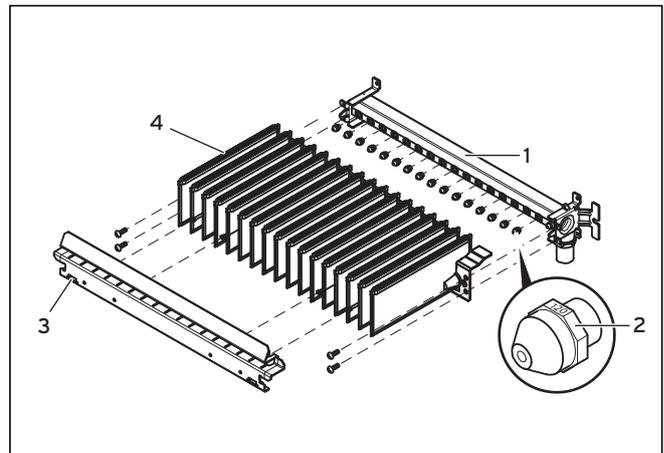

Abb. 6.4 Düsenkennzeichnung
- Nehmen Sie das Gerät nach Bedienungsanleitung in Betrieb und stellen Sie den Temperaturwähler (6) durch Drehen nach rechts auf maximale Temperatur.
- Prüfen Sie, ob die korrekten Düsen eingesetzt sind, siehe Abb. 6.4 Düsenkennzeichnung. Vergleichen Sie dazu die Kennzeichnung auf den montierten Düsen mit den Angaben in der Tabelle im Abschnitt 10 Technische Daten. Dazu müssen Sie ggf. den Brenner ausbauen, siehe Abschnitt 7.5 Brenner reinigen.